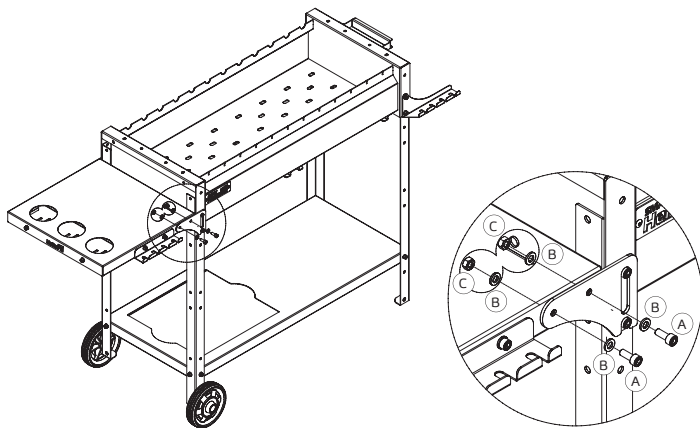

Рис. 24.
- Прикрутить второй кронштейн с помощью винта (А), шайбы (В), гайки (С) используя ключи (К) (рис. 24, 25).